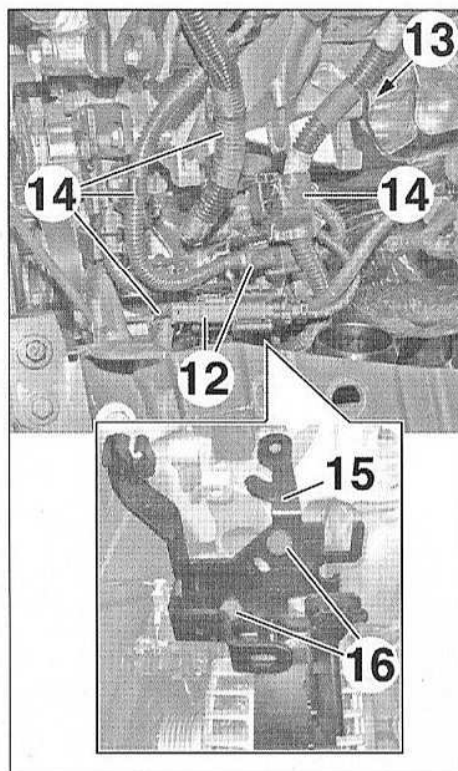

FIG.28
- Débrancher les connecteurs (12) (Fig.28).
- Déposer la vis (13) du guide de jauge à huile.
- Dégrafer les faisceaux électriques (14) du support (15).
- les vis (16),
- le support (15).